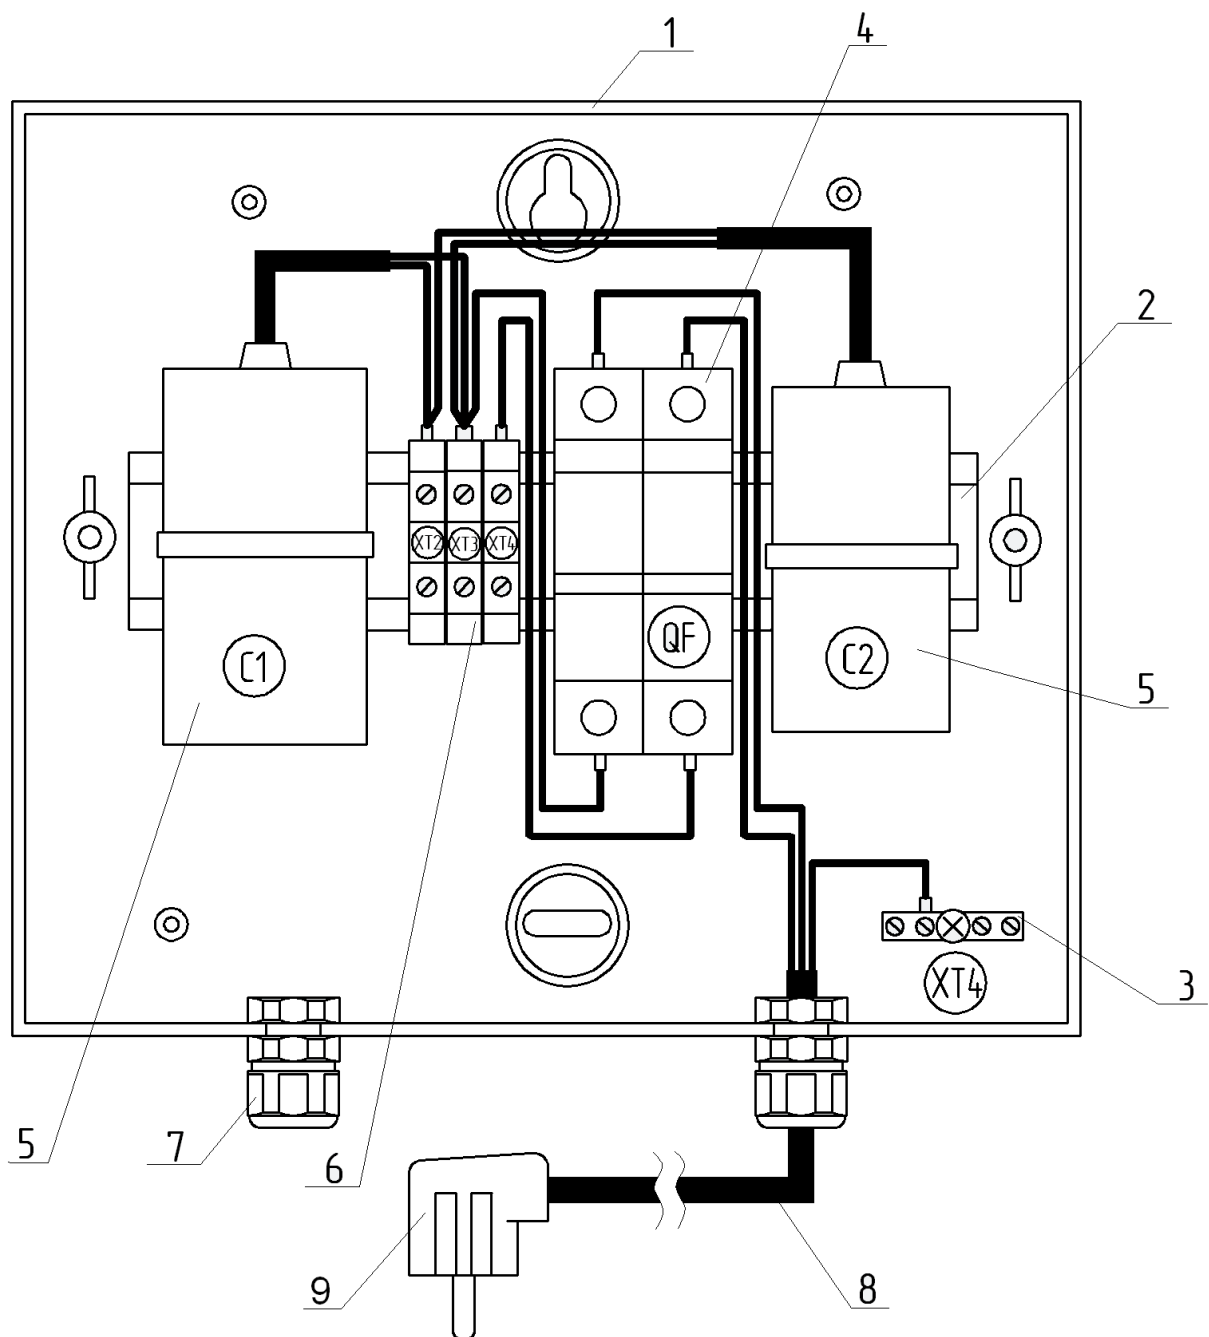

Рис. 1
1.3.1 ПЗУ (Рис.1) состоит из щита 1 внутри которого крепятся DIN-рейка 2, шина для подключения защитного провода 3.
2.2.3 В случае аварии или неисправности ПЗУ необходимо прекратить его работу выключив однофазный автоматический выключатель 4 (Рис.1).
2.3.7 Подать напряжение на однофазный автоматический выключатель 4 (Рис.1).